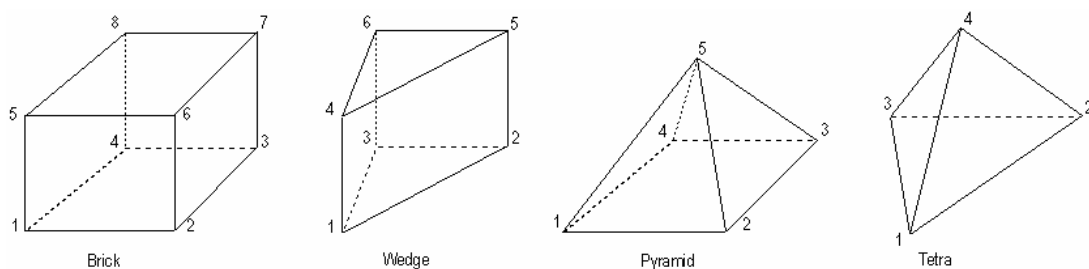

Рис.2.13. Порядок нумерації кутів об'ємних фігур (рисунок з Help)
- по точках у кутах (**Corners...**): вказуються координати від 4-х до 8-ми точок у порядку, вказаному на рис.2.13. Якщо введені дані не суперечливі, то об'єм створюється;
- поверхнями (**Surfaces...**): вказується тип фігури (**Brick**, **Wedge**, **Pyramid** або **Tetra**, див. рис.2.13); як бокові (**Sides**), нижня (**Bottom**) та верхня (**Top**) обираються раніш створені поверхні, що описують замкнений простір. **Увага:** не можна застосовувати конструкційні (граничні) поверхні (див. Розділ 2.2.4), та створені командою **Geometry**→**Surface**→**Aligned Curves...**, тобто по декільком лініям;